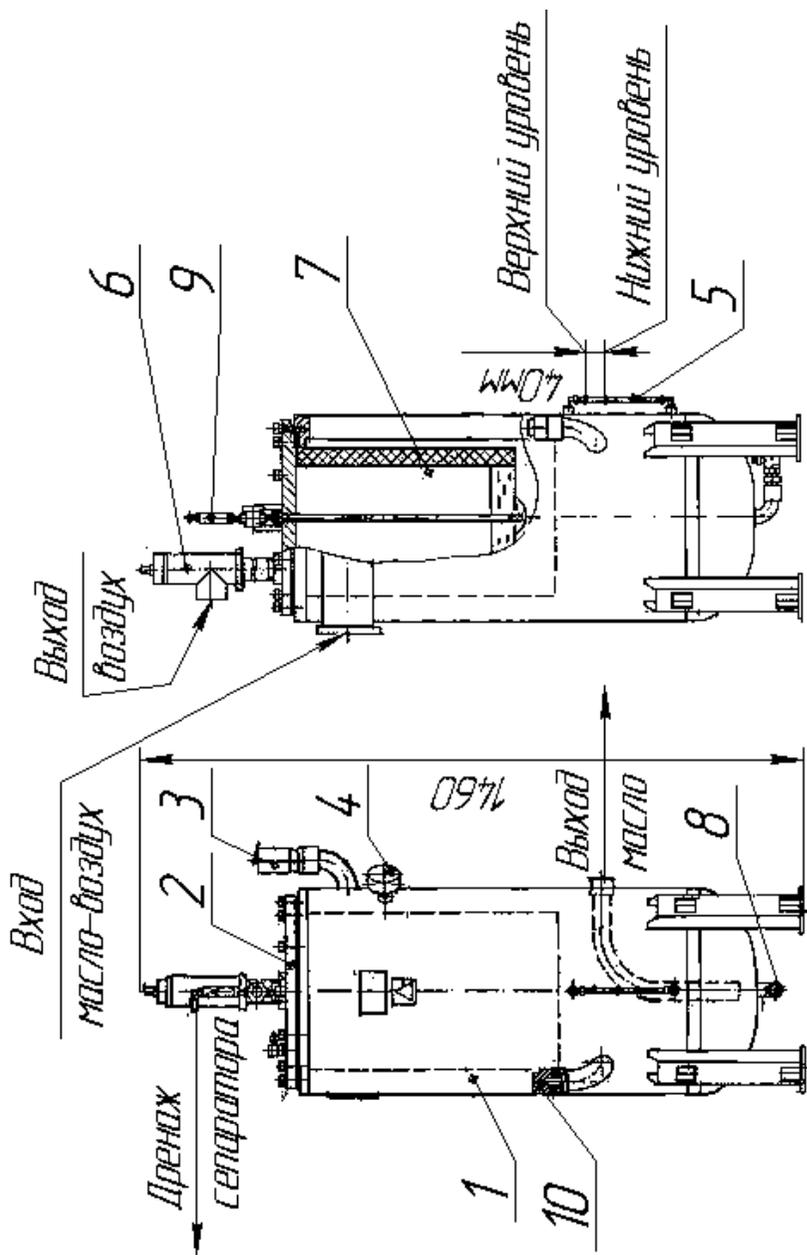

Рисунок 7. Маслоотделитель.
4.1.3 Маслоотделитель установки (рис.7) – стальной сварной сосуд, предназначен для разделения масло-воздушной смеси, поступающей из винтового блока и обеспечения непрерывности поступления масла в винтовой блок.